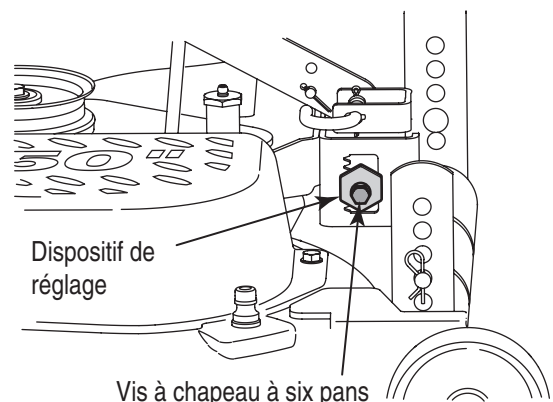

Figure 10
3. Desserrez, sans la retirer, la vis à chapeau à six pans sur le crochet de support gauche du plateau de coupe. Voir la Figure 10.